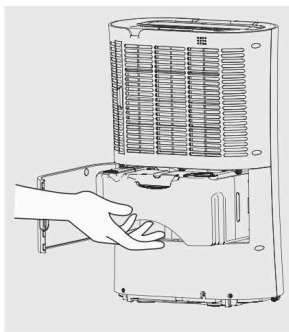

Рис. 2
2. Откройте дверцы резервуара для воды (8), энергично, но осторожно извлеките резервуар из корпуса прибора (рис. 2).